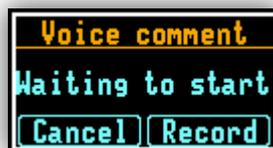

Abbildung 31: Sprachaufzeichnung Kommandofenster
**Achtung:** Die Sprachaufzeichnung kann eine vorherige oder folgende Messung gebunden werden. Zu beachten ist jedoch, wenn das Gerät vorher abgeschaltet war oder es kein vorheriges Logger File gibt, kann keine Bindung zu einer vorherigen Messung durchgeführt werden und die Abbildung 31 erscheint sofort.